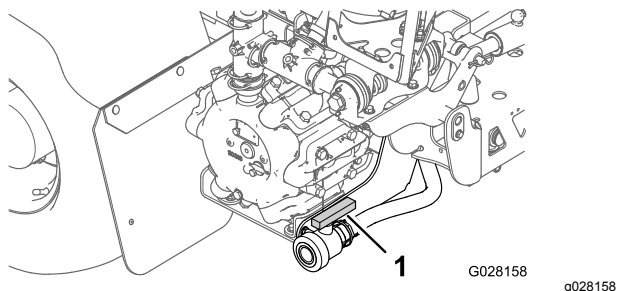

Figure 44
2. Trouvez l'emplacement du robinet de vidange de la cuve à l'arrière de la machine (Figure 44).